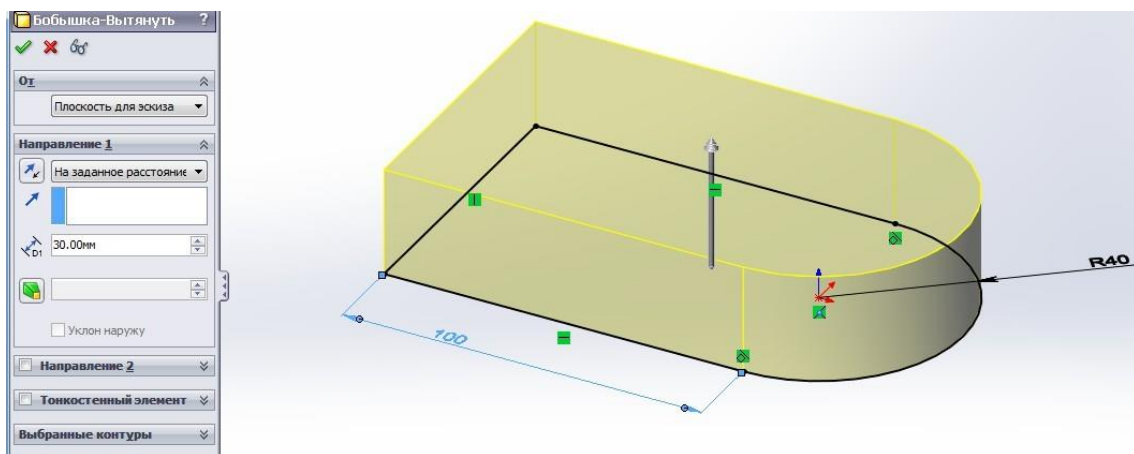

Рисунок 1.17 - Створення елемента "Витягнута бобишка"
3.12. Активувати функцію "Витягнута бобишка/основа" в панелі інструментів "Елементи". Встановити необхідне значення витягування (30 мм). Застосувати функцію. На рис. 1.17 представлено фрагмент роботи програми під час створення елемента "Витягнута бобишка".